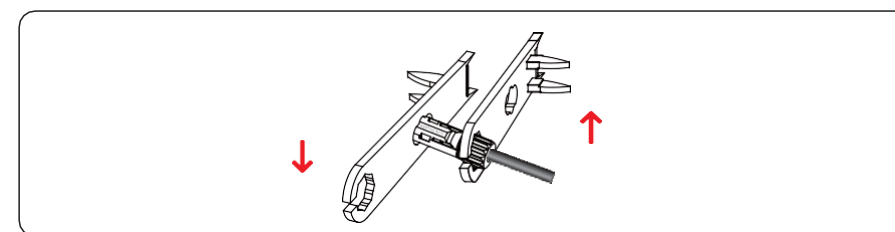

Figura 5.11 Bloccaggio dei connettori
Step 4 Serrare i dadi di bloccaggio sui connettori positivo e negativo utilizzando una chiave di rimozione, come mostrato nella Figura 5.11.